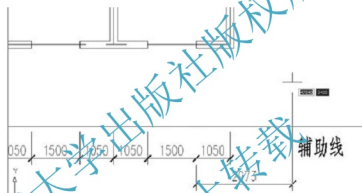

图 3.43 基线标注自动连接到刚刚所标注的尺寸线上
(1) 执行菜单栏中的【标注】|【基线】命令，光标将自动连接到刚刚所标注的尺寸线上，如图 3.43 所示。